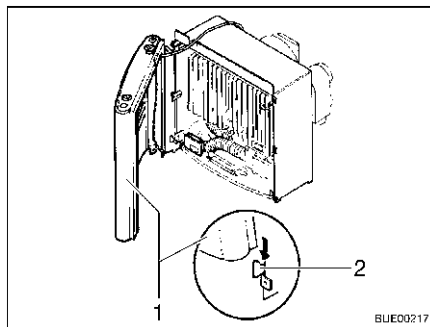

Fig. 126 Habillage du chauffage, pattes de retenue
- Monter l'habillage du chauffage. Pour ce faire placer l'habillage (Fig. 126,1) sur les pattes de retenue inférieures (Fig. 126,2).